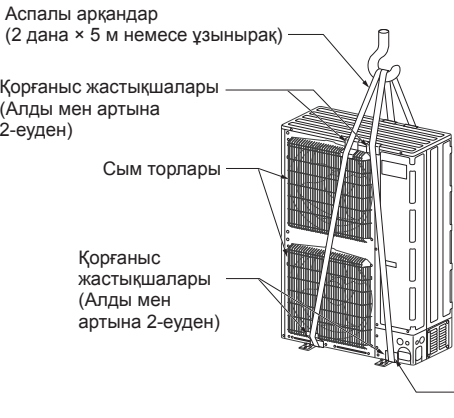

Fig. 2-2
2.3.1. Құрылғыны іліп қою (Fig. 2-2)